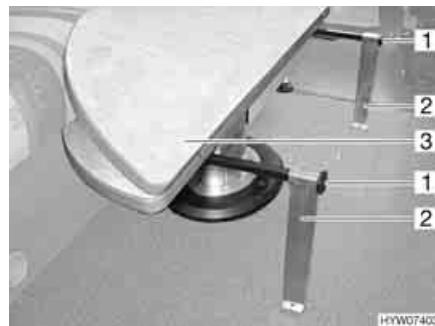

Fig. 79 Trasformazione in struttura di supporto letto
- Estrarre le guide di appoggio (Fig. 79,1) fino all'arresto.
- Rimuovere i puntelli di metallo (Fig. 79,2) dai supporti dei sedili facendoli scivolare sulle guide di appoggio (Fig. 79).
- Estendere la metà superiore del piano del tavolo (Fig. 79,3) e collocarla sulle guide di appoggio.
- Sfilare i puntelli di metallo (Fig. 79,2) e stivarli nei supporti dei sedili.
- Inserire completamente le guide di appoggio (Fig. 79,1).